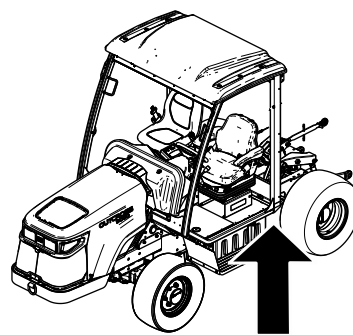

Figure 109
3. Enlevez le bouchon de l'orifice de vidange (Figure 109).